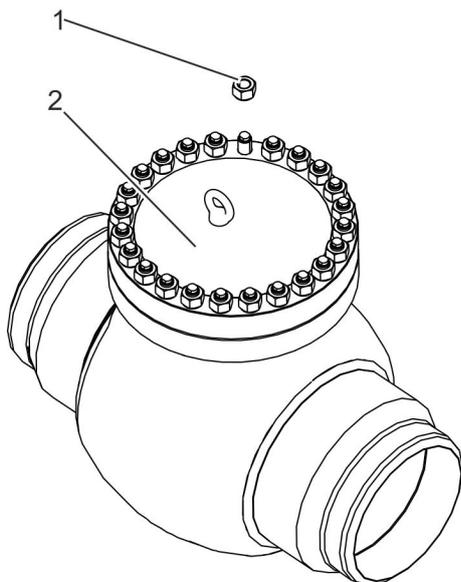

Abb. 23: Gehäusedeckel verschrauben
14. ➤ Gehäusedeckel (Abb. 23/2) mit Muttern (Abb. 23/1) auf den Stiftschrauben des Gehäuses locker verschrauben.
Muttern (Abb. 23/1) mit dem vorgeschriebenen Anzugsmoment über Kreuz anziehen.